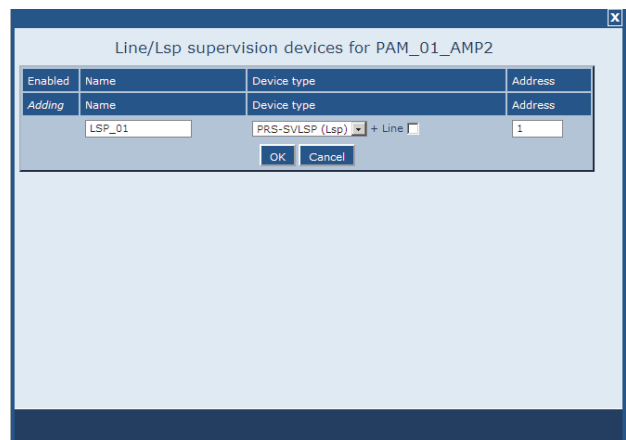

abbildung 44.17: Überwachungsgerät hinzufügen, Schritt 3
- 3 Geben Sie die Daten des Überwachungsgeräts ein (in abbildung 44.17 ist ein entsprechendes Beispiel abgebildet).
- Geben Sie die dem Überwachungsgerät zugeordnete Adresse im Feld *Address* (siehe abbildung 44.17) ein.